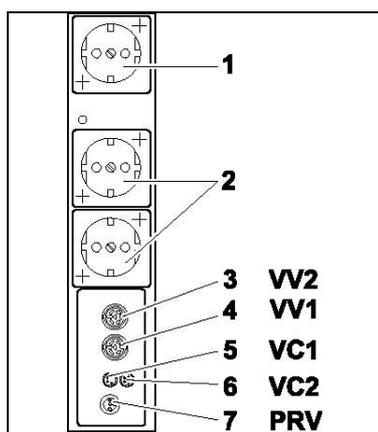

Fig. 10: prese sul modulo di controllo
1. Collegare la presa di segnale del controllore di vuoto e la presa VC1 (fig. 10/5) del modulo di controllo con il cavo fornito.
2. Se si utilizzano due controllori di vuoto, collegare la presa di segnale del secondo controllore di vuoto e la presa VC2 (6) del modulo di controllo.
3. Inserire la spina di rete del controllore di vuoto nella presa (2) del modulo di controllo.
4. Se si utilizzano due controllori di vuoto, inserire i connettori delle valvole di vuoto nelle porte VV1 (4) e VV2 (3) del modulo di controllo.
5. Inserire il connettore della valvola di riduzione della pressione nella presa PRV (7) del modulo di controllo.
6. Inserire il collegamento di rete della pompa nella presa contrassegnata (1) del modulo di controllo.
2. Inserire il connettore della valvola del liquido refrigerante nella presa VV1 (v. fig. 10/4) del controllore di vuoto.